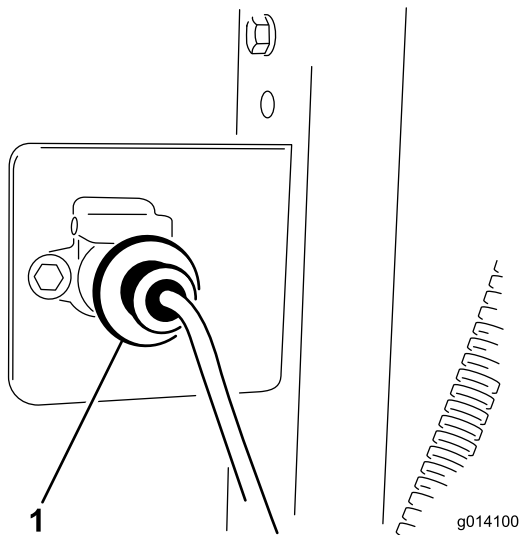

Bild 10
3. Befestigen Sie den Kabelbaumanschluss mit zwei Schrauben (1/4" x 1") und Muttern an der Halterung (Bild 10).
5. Schließen Sie den Kabelbaum des Basisgeräts am Kabelbaum des Zugfahrzeugs an (Bild 10). Der Anschluss befindet sich im Hydraulikschlauch, der am Zugfahrzeug angeschlossen ist.